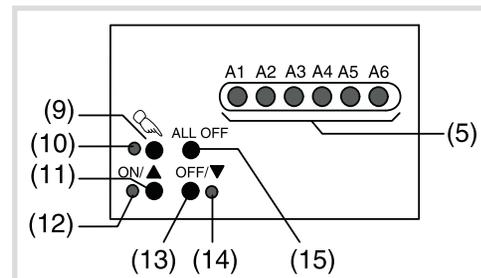

Bild 2: Bedienelemente – Übersicht
- Die Status-LED **A1...A6** (Bild 2, 5) zeigen die Zustände der Ausgänge an.